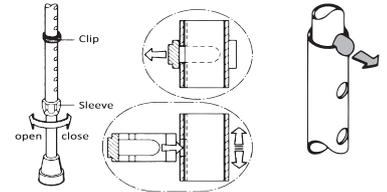
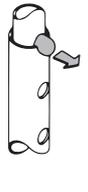

figura 1
figura 2
No se deben colgar bolsos, bolsas ni otros objetos en el bastón. El bastón no se debe usar **bajo ningún concepto para fines extraños** como elevar o trasladar objetos ni como ayuda para encender interruptores o botones de ascensor. La adherencia del suelo es esencial para el apoyo seguro del bastón. No se debe utilizar en suelos húmedos ni subsuelos como grava, arena, follaje, hielo o nieve. Debe **tenerse cuidado con las fuentes de tropiezos** como irregularidades u agujeros en el suelo, pavimentos sueltos o bordes, ya que el bastón podría resbalarse o hundirse inesperadamente. También hay que prestar especial atención cuando la iluminación sea insuficiente, ya que las irregularidades del terreno son difíciles de detectar. Con la regulación mediante botón de presión, este debe sobresalir por el agujero del todo (figura 2). Los agujeros para regular el bastón están sujetos a cierto desgaste. Hay que procurar no cubrirlos, ya que, de hacerlo, ya no se podría garantizar un bloqueo seguro del botón de presión. Con la regulación de clip, el clip de plástico se debe colocar en unión positiva (figura 1). Antes de cada uso se debe comprobar si todas las uniones atornilladas están bien apretadas.
**Atención:** Para realizar un ajuste funcional y ergonómico, es preciso acudir al distribuidor. Un mal ajuste puede limitar la funcionalidad del bastón o provocar una carga excesiva o incorrecta al usuario. El bastón se entrega al usuario en buen estado y debe ser ajustado por el distribuidor o por un profesional sanitario para adaptarlo individualmente al cuerpo del usuario. Si el usuario tiene dudas de que esto se haya hecho correctamente, deberá acudir al personal especializado pertinente. El bastón solo puede ofrecer la descarga deseada si está correctamente adaptado a la estatura del usuario. **Ajuste:** Si el bastón está equipado con una tuerca de racor, esta se debe aflojar antes del ajuste girándola aprox. media vuelta en sentido antihorario (figura 1). A continuación, se debe desbloquear el mecanismo de regulación de la altura apretando el botón o sacando el clip a presión. Es posible ajustar la longitud del bastón a la estatura extendiendo o contrayendo los tubos de apoyo. Para volver a bloquear el mecanismo de regulación de la altura se deben alinear los tubos de manera que dos orificios de bloqueo coincidan para poder volver a encajar el botón de presión. Si la regulación es de clip, hay que volver a colocar el clip. **Una vez ajustada la altura, se debe volver a apretar la tuerca de racor.** Los bastones con altura regulable se pueden acortar 10 cm como máximo por la parte inferior. Los bastones sin regulación de altura se acortan para adaptarlos individualmente a la estatura del usuario serrando el tubo de apoyo con una sierra para metales o un cortatubos. **Precaución:** El bastón podría ceder y hacer caer sobre el usuario si no se bloquea el mecanismo de regulación de la altura correctamente. Después de cada ajuste debe comprobarse si el bloqueo es correcto intentando girar o desplazar los apoyos.